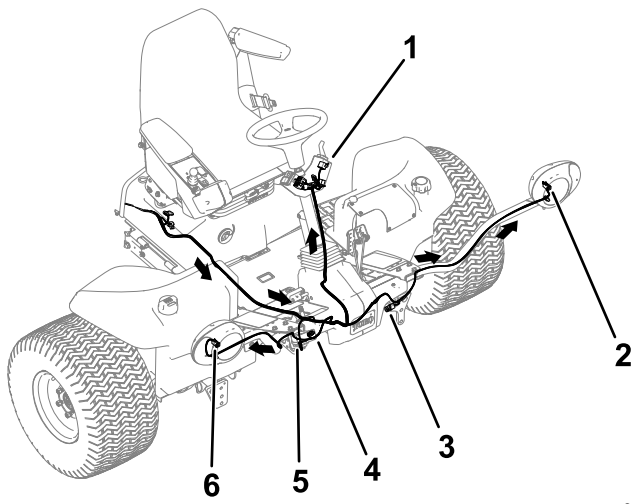

Figura 20
- Enrute el extremo delantero del arnés de cables por debajo de la plataforma del operador y hasta la parte delantera de la máquina (Figura 20).
2. Pase cada conector del arnés por el soporte del faro correspondiente y conéctelo al faro (Figura 20).
3. Enchufe el cable del arnés de cables que tiene dos conectores en el claxon (Figura 20).
5. Enchufe los conectores del arnés de cables del kit de luces en los faros del carenado (Figura 20).
8. Enrute el arnés de cables hasta el conjunto de soporte de la columna, en la columna de dirección (Figura 20).